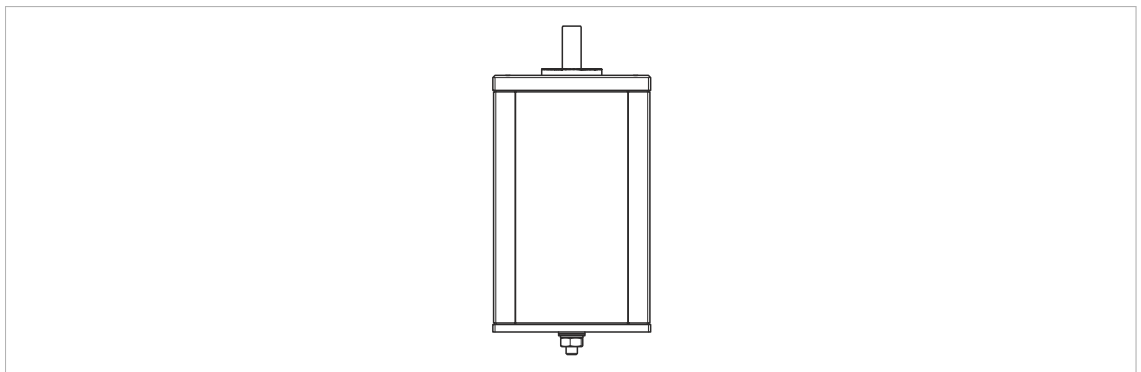

Abb. 7: Prinzipdarstellung V3-Montage
- ▶ Bei V3-Montage (siehe Abb. 7) sicherstellen, dass keine Flüssigkeit in die Lager eindringt.